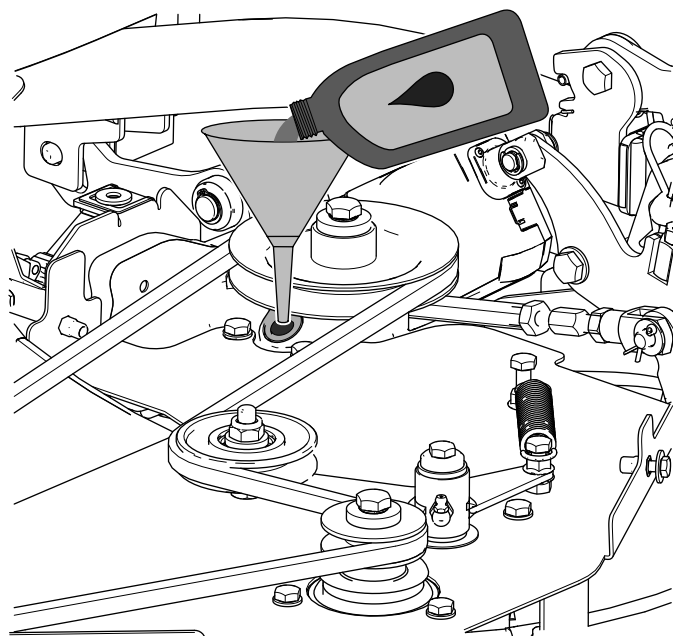

Bild 97
2. Füllen Sie mit einem Trichter das angegebene Getriebeöl durch das Loch in das Getriebe ein (Bild 97).